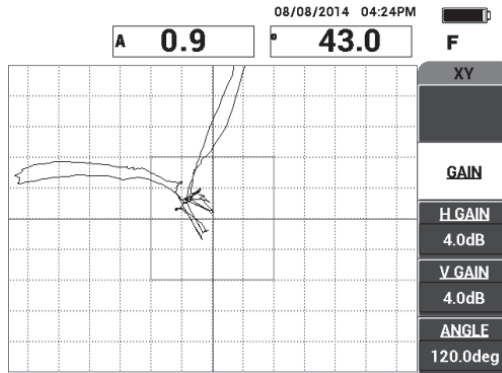

Figura 6-7 La scansione sui punti con perdita di adesione
3. Scansionare i punti con perdita di adesione situati sui due lati del campione, ed in seguito, mentre si continua a spostare la sonda al di sopra dei punti con perdita di adesione, premere il tasto FREEZE () [vedere Figura 6-7 a pagina 142].